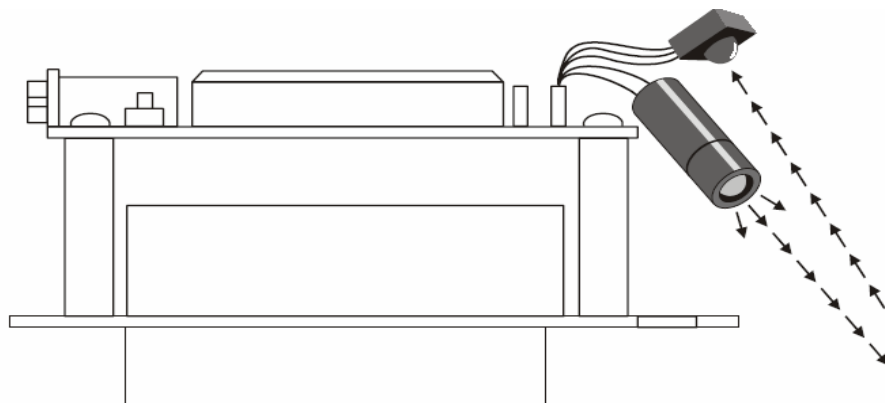

图7-3 IR发射器与接收器针对边缘检测的调整
- 将你的红外传感器对指向步行机器人前面的桌面，如图7.3所示。红外传感器对必须向下指向与水平面和机器人中心线各成45度角的地方。